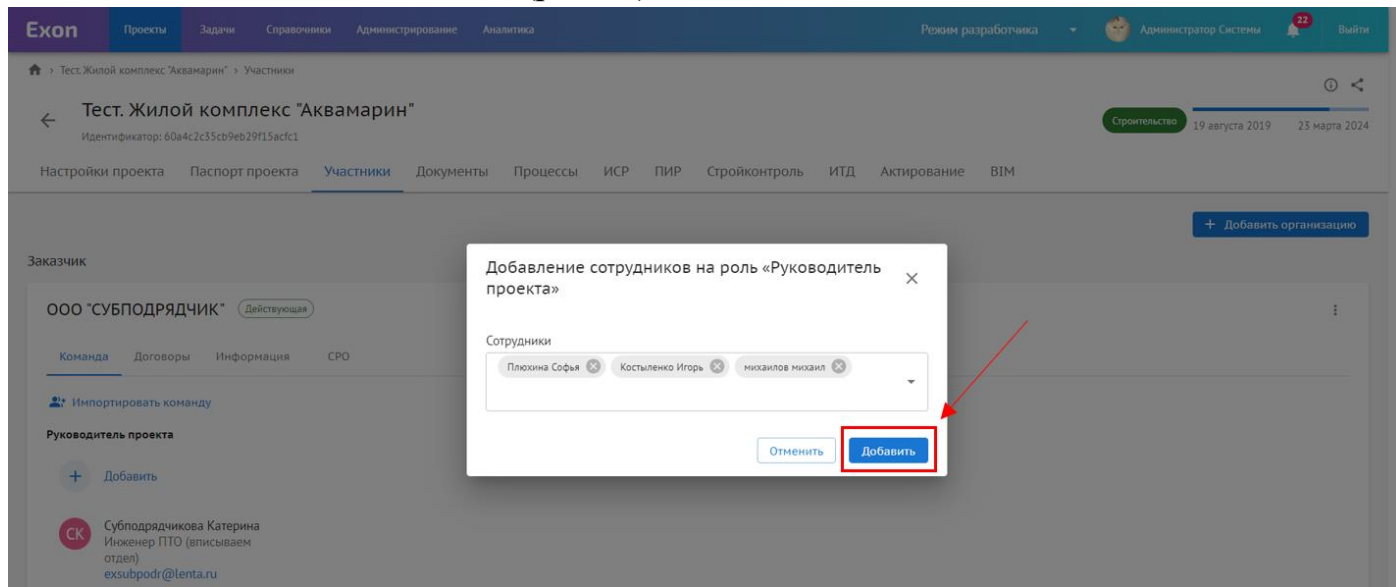

Рис. 35 – Добавление сотрудников
3. Нажать «Добавить» (рис.35).